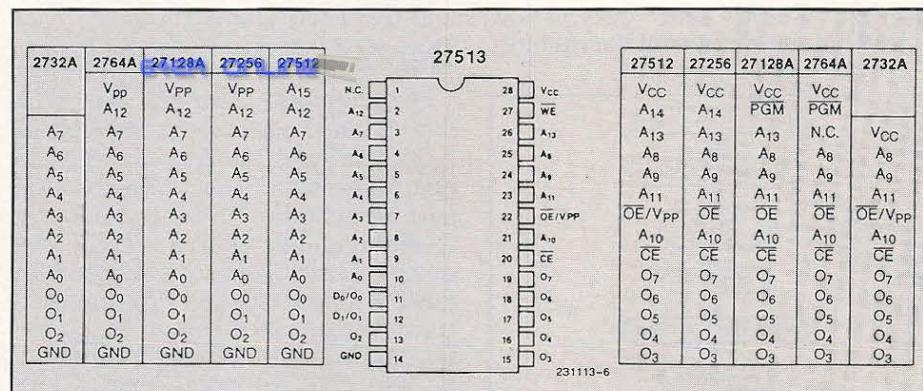
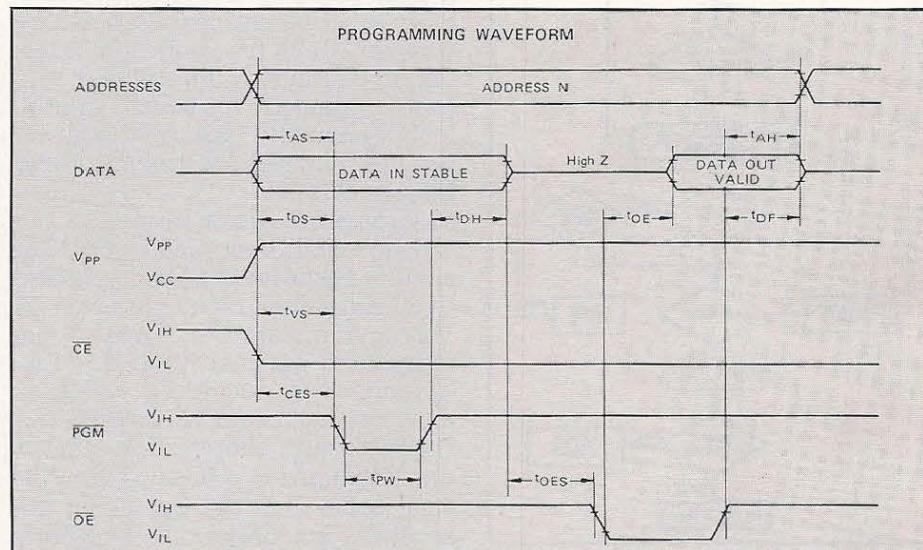

Bild 2. Der brandneue 27513 und seine kleineren Vorgänger im Vergleich
Bild 3. Zeitdiagramm für die Programmierung von 2764 EPROMs
großer EPROM-Bänke hat Intel mit ihrem 27513 (Bild 2) gemacht. Dieses EPROM ist Seitenorientiert aufgebaut, das heißt es besteht aus vier EPROM-Bänken mit jeweils 16 KByte. Die Auswahl der aktiven Bank erfolgt über einen Schreibbefehl in ein internes Register des 27513. Beim Schreibbefehl werden die an den Datenleitungen D0 und D1 anliegenden Informationen übernommen und zur Seitenadresse dekodiert. Beim Einschalten der Versorgungsspannung wird automatisch die Seite Null aktiviert, so daß man einen definierten Systemzustand erhält. Mit einem 27513 lassen sich also mit einem Befehl vier 16 KByte-Blöcke umschalten. Es ließen sich also auch umfangreichere Programme auf kleinere Computer umschreiben und in einem Chip unterbringen. Für den Expansion-Port des C 64 wäre dieses IC geradezu ideal. Es wird jedoch noch zirka zwei Jahre dauern, bis dieser Baustein preislich mit anderen Lösungen konkurrieren kann.
Das 28polige Gehäuse des 2764 (Bild 2) hat 13 Adreßleitungen, A0 bis A12. Sie dienen zur Auswahl der angesprochenen Speicherstelle und sind binär codiert. Der Chip hat acht Datenleitungen O0 bis O7, die bei einem Lesezugriff das Datenwort führen. Während der Programmierung müssen hier die zu programmierenden Bytes angelegt werden. Ferner gibt es noch eine Chip-Enable-(CE), eine Output-Enable-(OE) und eine Program-Leitung (PGM). Ihre Funktionen zeigt Bild 3. Die 5 Volt-Versorgungsspannung wird an Pin 28 (V_{cc}) angeschlossen, Pin 1 (V_{pp}) führt während der Programmierung 21 Volt sonst 5 Volt. Alle Spannungen beziehen sich auf das mit Pin 14 (GND) verbundene Massepotential.